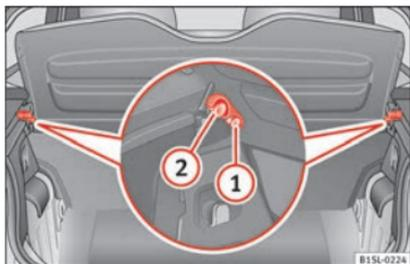

Abb. 70 Im Gepäckraum: Gepäckraumabdeckung aus- und einbauen.
» Abb. 70 ① drücken. Stellen Sie sicher, dass sie vollständig eingerastet ist. Zum Herunterklappen die Gepäckraumabdeckung aus den Arretierungen drücken.